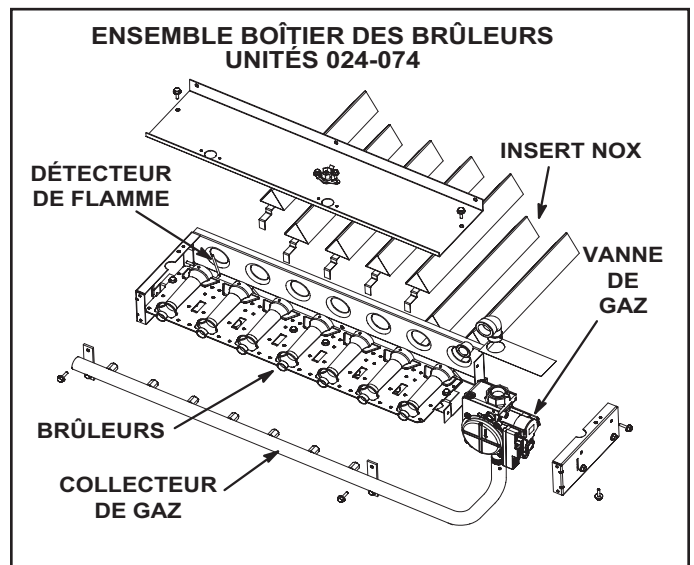
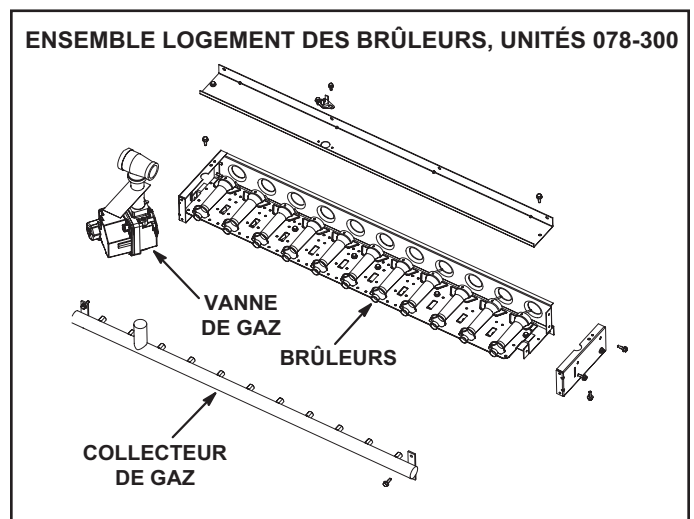

FIGURE 9
FIGURE 10
- 3 - Retirer le panneau supérieur du logement des brûleurs. Voir Figure 9 ou Figure 10.